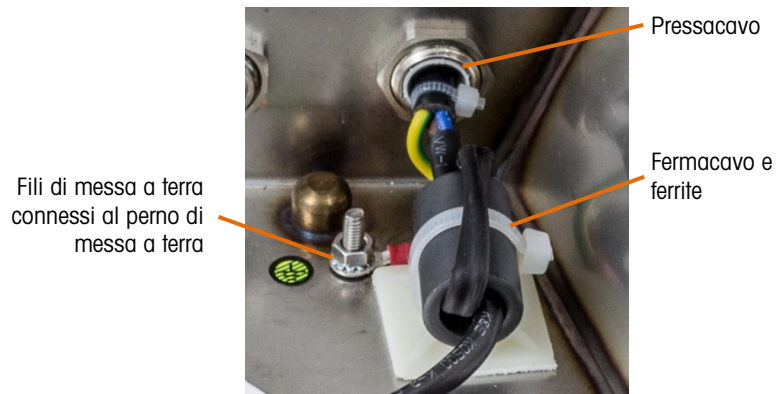

Figura 2-13: Posizione originale del cavo di alimentazione
- B. Tagliare il fermacavo tenendo la ferrite del cavo di alimentazione verso l'alloggiamento (indicato nella Figura 2-13).